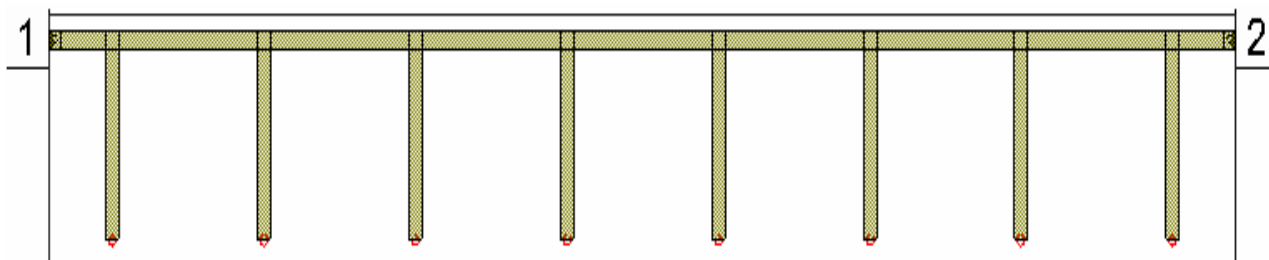

Рис. 8.54
- Откройте окно схемы, щёлкните правой кнопкой мышки по элементу **EXTRACT** и выберите **Add Extraction**, чтобы просмотреть извлечённую электромагнитную структуру. Она должна выглядеть, как показано на рис. 8.54.